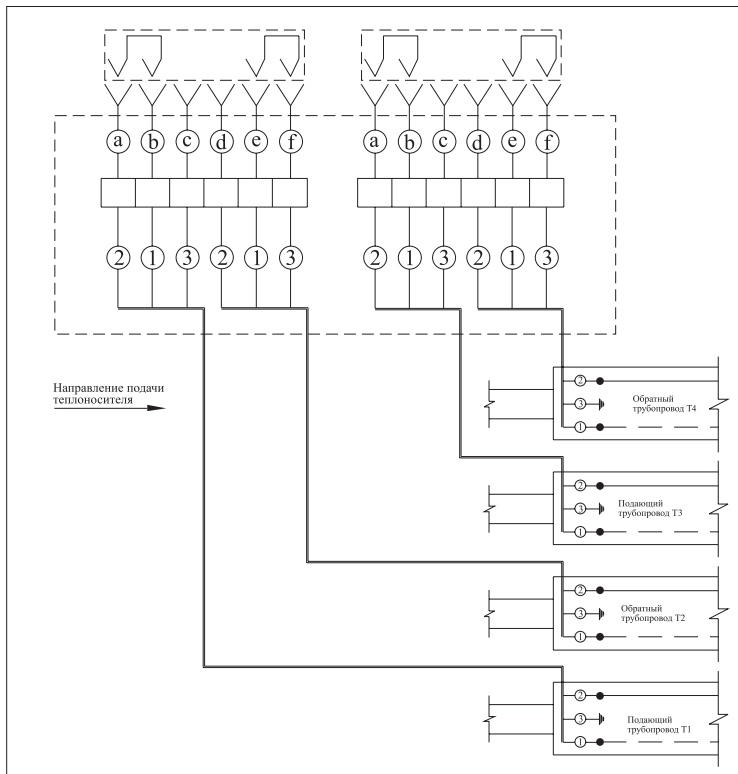
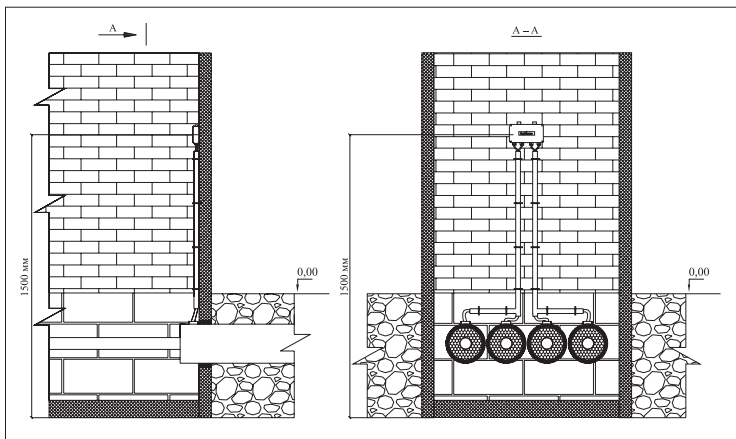

Рис. 7 «Закольцовка одной четырехтрубной системы ОДК»
Рис. 11 «Установка терминала на стене здания»
Подключение терминала к системе оперативного дистанционного контроля производить в соответствии с монтажными схемами (**Рис. 11, 12**) и электрическими схемами (**Рис.7–10**).
5. При помощи отвертки зафиксировать провода **6** в клеммной планке **5**. Порядок соединения проводов указан на электрических схемах – **Рис. 7–10**.
6. Для закольцовки одной четырехтрубной системы ОДК монтаж проводников внутри терминала осуществлять по электрической схеме **Рис. 7**, а в разъем **2** установить заглушки-замыкатели без маркерной полосы **1а**.
10. При установке терминала внутри помещения (**Рис. 11**), просверлить в стене здания два отверстия (диаметром 6 мм и глубиной 30 мм) на уровне предполагаемого крепления терминала (Н ~ 1,5 метра от пола).
9. Установить провода **6** в клеммную планку **5** на прежнее место (в соответствии с требуемой электрической схемой – **Рис. 7–10**).